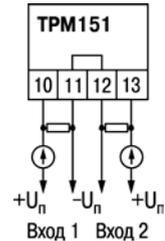

Рисунок 7.7 – Схема подключения активных датчиков типа "параметр-ток", "параметр-напряжение" и датчиков положения токового типа
- 2) Активные датчики с выходным сигналом в виде тока (0...5 мА, 0...20 мА или 4...20 мА), в том числе датчики положения токового типа, можно подключать к прибору только после установки внешнего шунтирующего резистора (см. рисунок Б.1 и рисунок 7.7). Резистор должен быть прецизионным (типа С2-29В, С5-25 и т.п., мощностью не менее 0,25 Вт, сопротивлением $100 \text{ Ом} \pm 0,1 \%$) и высокостабильным во времени и по температуре (ТКС не хуже $25 \times 10^{-6} \text{ 1/}^\circ\text{C}$).